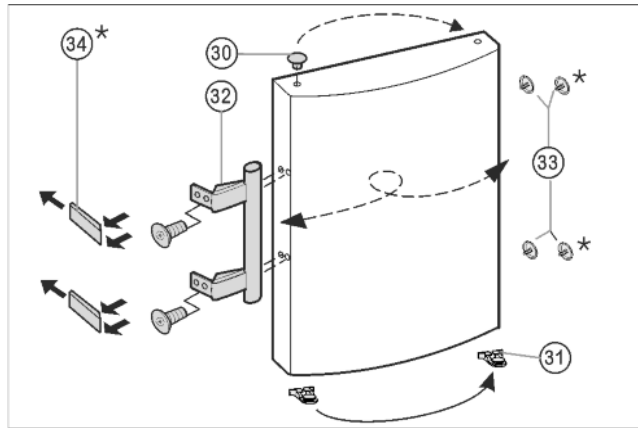

Fig. 9
- Estrarre il tappo Fig. 9 (33) dall'alloggiamento del supporto della porta e spostare.
- Smontare la maniglia della porta Fig. 9 (32), il tappo Fig. 9 (33) e le piastre di spinta* Fig. 9 (34) e spostare sul lato opposto.